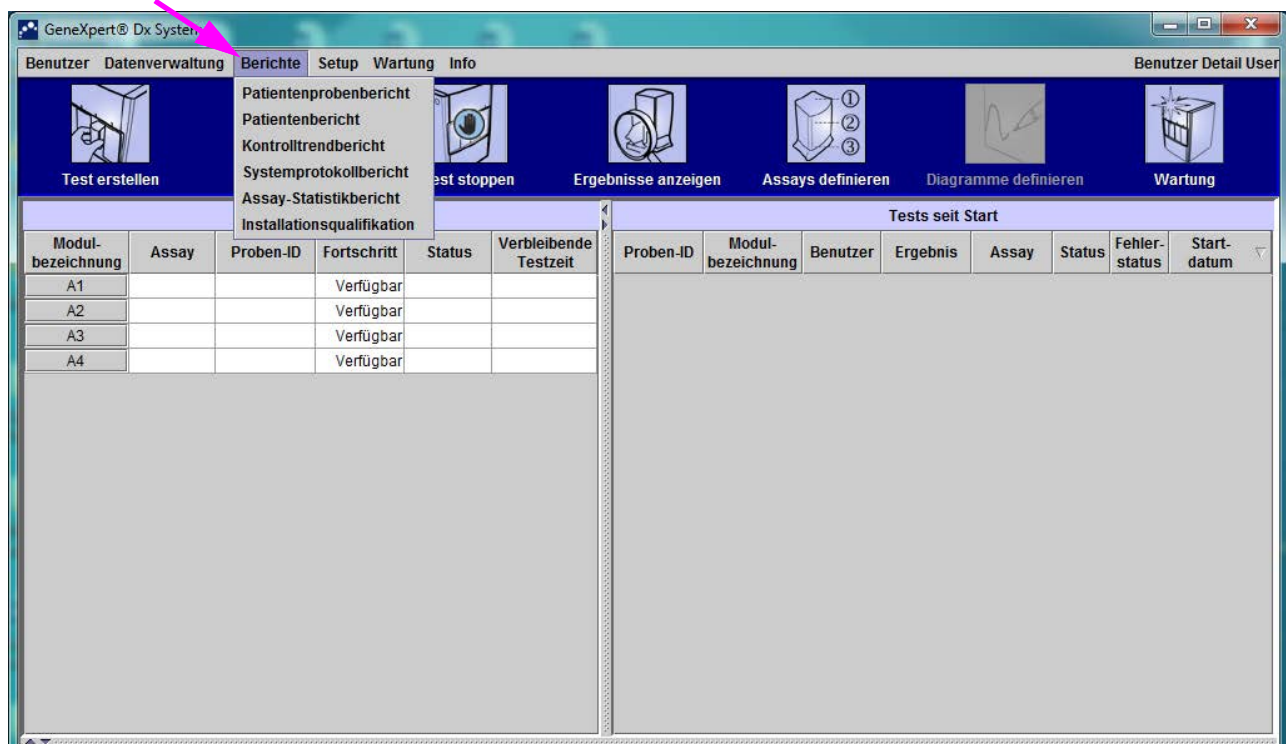
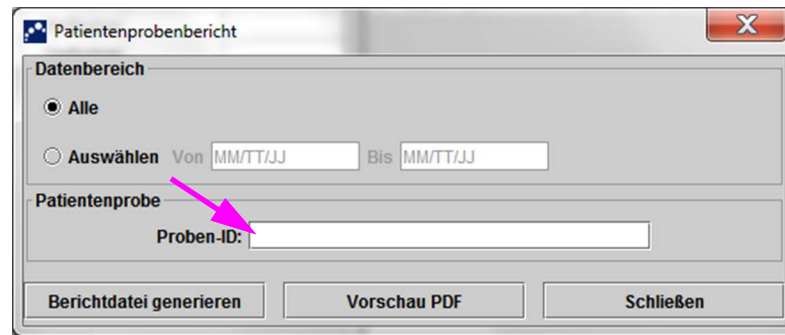
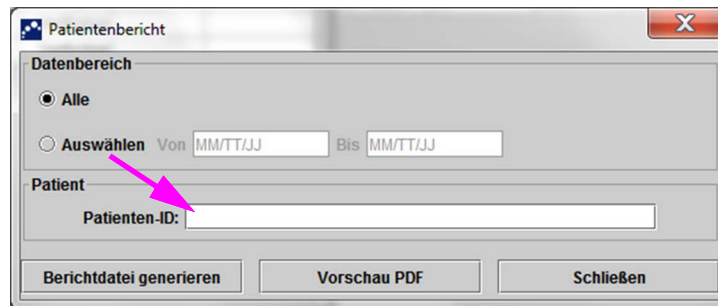

Abbildung 5-85. GeneXpert Dx System-Fenster – Dropdown-Menü „Berichte“
Abbildung 5-86. Dialogfeld „Patientenprobenbericht“
Abbildung 5-88. Dialogfeld „Patientenbericht“
Das Menü **Berichte** (vgl. Abbildung 5-85) enthält die folgenden Menüoptionen:
1. Klicken Sie auf dem GeneXpert Dx System-Fenster im Menü **Berichte** (vgl. Abbildung 5-85) auf **Patientenprobenbericht**. Daraufhin öffnet sich das Dialogfeld „Patientenprobenbericht“. Siehe Abbildung 5-86.
- 1) Klicken Sie auf die Schaltfläche **Berichtsdatei generieren** im Arbeitsbereich „Patientenprobenbericht“ (vgl. Abbildung 5-86), um die PDF-Datei des Patientenprobenberichts zu erstellen. Das Dialogfeld „Berichtsdatei generieren“ erscheint, in dem Sie die Datei an einem angegebenen Ort speichern können. Navigieren Sie zum vorgesehenen Speicherort und klicken Sie auf **Speichern**.
1. Klicken Sie auf dem GeneXpert Dx System-Fenster im Menü **Berichte** (vgl. Abbildung 5-85) auf **Patientenbericht**. Daraufhin öffnet sich das Dialogfeld „Patientenbericht“. Siehe Abbildung 5-88.
- 1) Klicken Sie auf die Schaltfläche **Berichtdatei generieren** auf dem Bildschirm „Patientenbericht“ (vgl. Abbildung 5-88), um die PDF-Datei des berichts zu erstellen. Das Dialogfeld „Berichtdatei generieren“ erscheint, in dem Sie die Datei an einem angegebenen Ort speichern können. Navigieren Sie zum vorgesehenen Speicherort und klicken Sie auf **Speichern**.
1. Klicken Sie auf dem GeneXpert Dx System-Fenster im Menü **Berichte** (vgl. Abbildung 5-85) auf **Assay-Statistikbericht**. Daraufhin öffnet sich das Dialogfeld „Assay-Statistikbericht“. Siehe Abbildung 5-90.